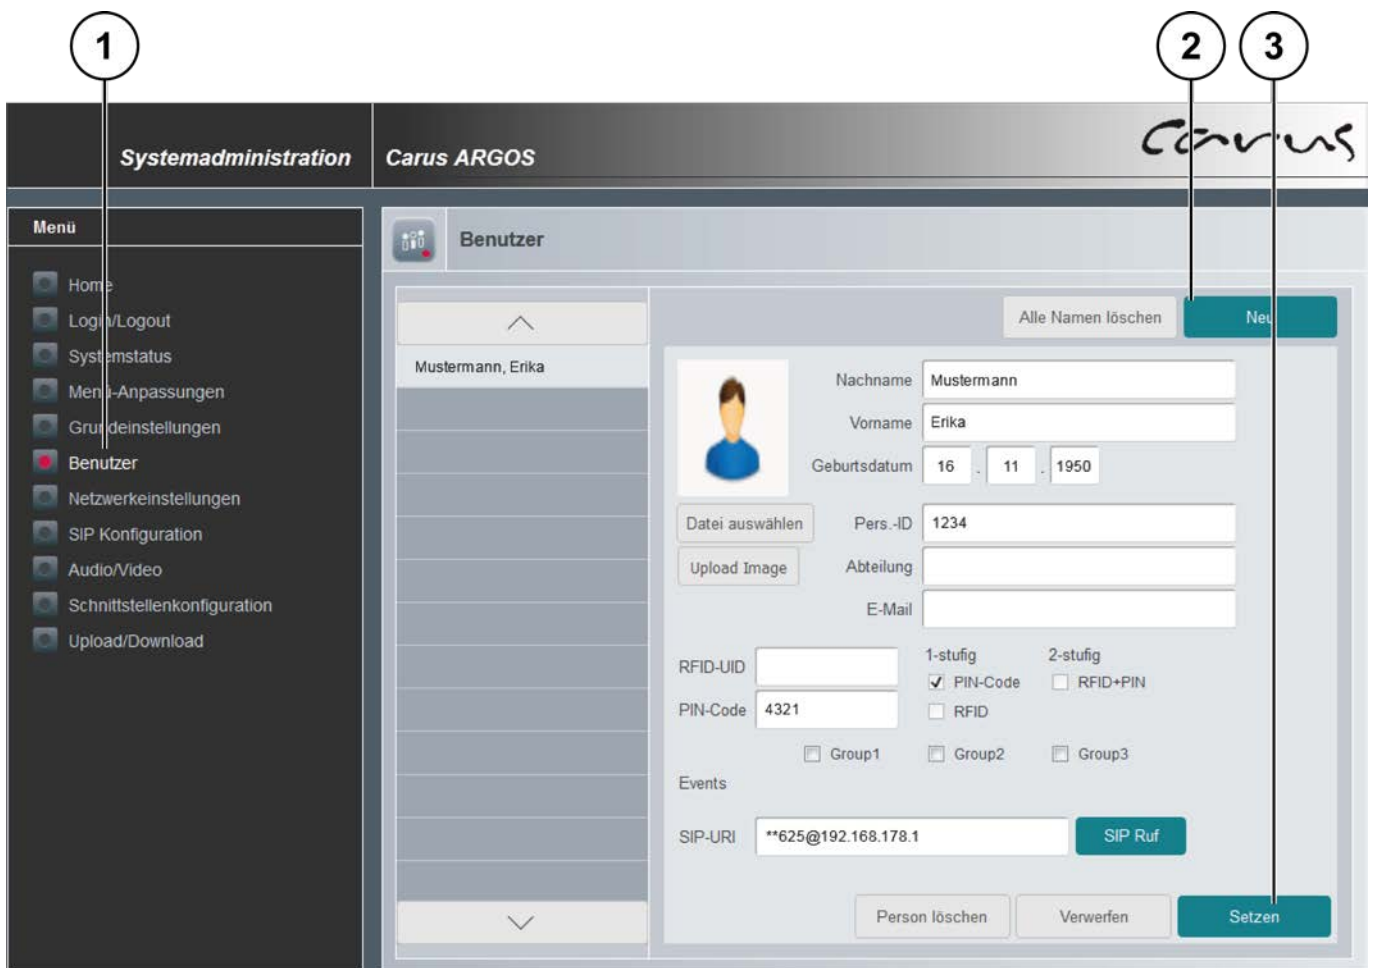

Abb. 32: Benutzer hinzufügen
- ▶ Wählen Sie aus der Baumstruktur das Menü *Benutzer* (1).
- ▶ Klicken Sie auf Button *Neu* (2).
- ▶ Tragen Sie in die Textfelder die Benutzerdaten ein (Abb. 32).
- ▶ Klicken Sie auf den Button *Setzen* (3), um den Benutzer zu speichern.